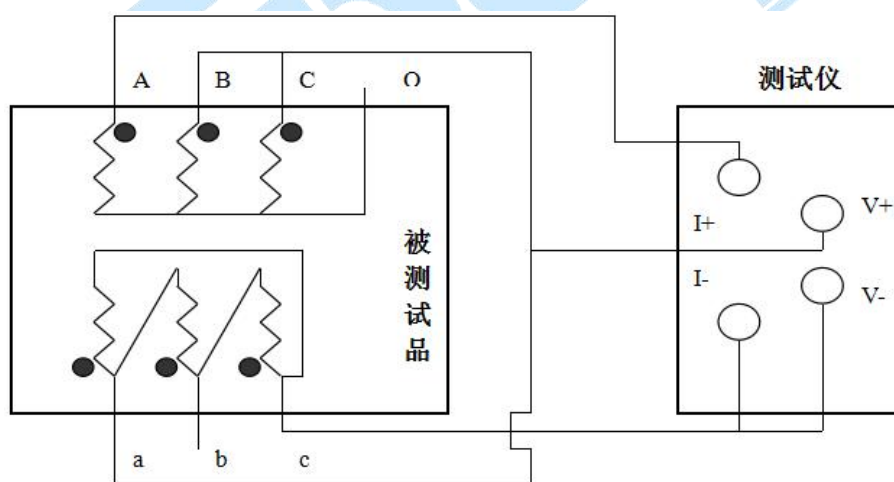
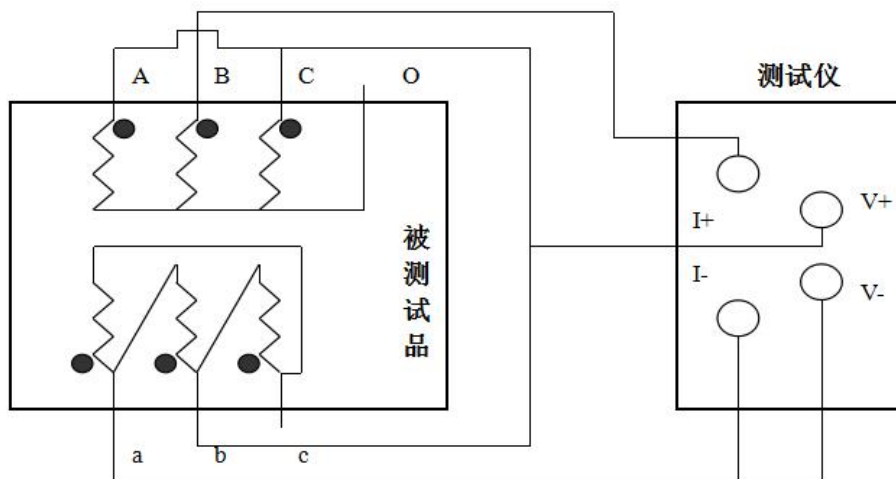
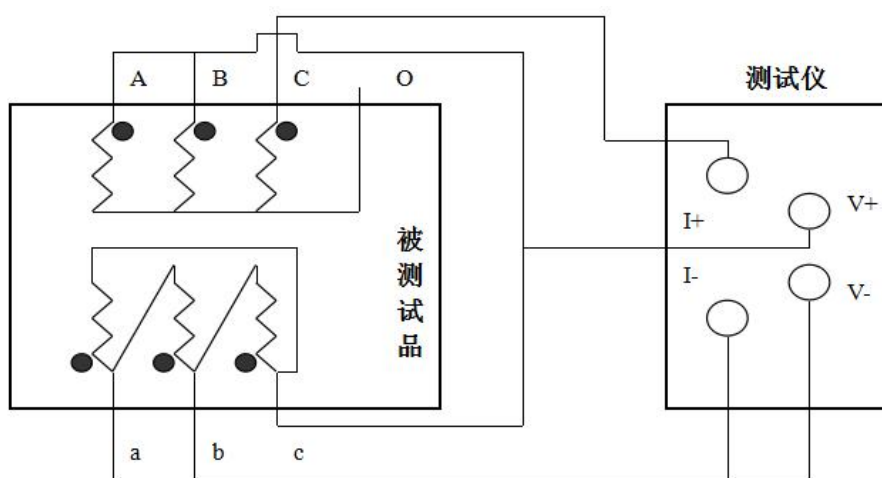

图 9
图 10
图 11
2. 助磁法接线见图 9~11（适用于 Y (N) -d-11 联接组别）。
对于大容量的变压器的低压侧测量时，如果在既有的情况下，直流电阻测试仪的最大电流比较小，或者为了加快测量速度，可选择助磁法测量。下图中，图 9、图 10、图 11 分别为测量低压 R_{ac} 、 R_{ba} 、 R_{bc} 的接线方法